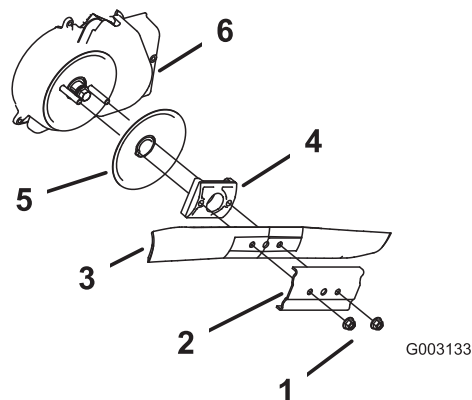

Figure 31
3. Retirez les 2 écrous de la lame et le renfort (Figure 31).
4. Déposez la lame (Figure 31).
5. Déposez le dispositif d'entraînement de la lame et le disque anti-scalp (Figure 31).
6. Déposez la protection du débrayage du frein de lame (Figure 31).
10. Reposez la lame et le renfort au moyen des 2 écrous de lame retirés précédemment (Figure 31).